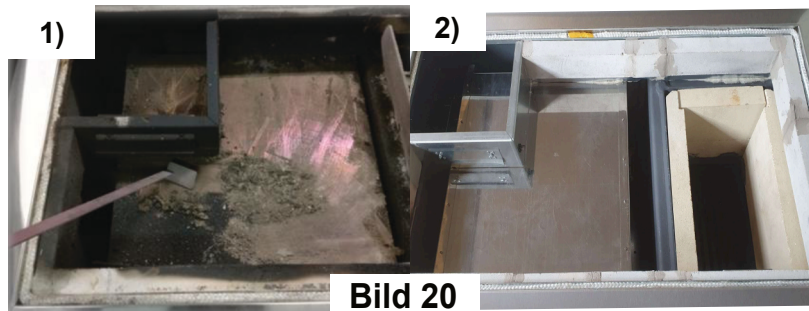

Bild 20
Bei der Reinigung der Oberseite des Herdes (Bild 20) muss die Kochplatte (1) abgenommen werden und der Ruß im Kessel (Brennraum), der Raum um den Ofen und den Rauchrichter sowie einschließlich des Anschlusses an den Schornstein (16) gründlich gereinigt werden.